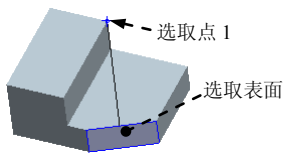

图 8.1.3 点到面的距离
Step4. 测量点到面的距离, 如图 8.1.3 所示。操作方法参见 Step3。